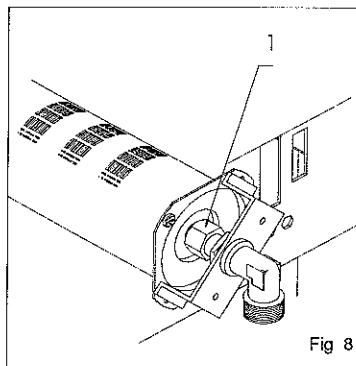

Fig 8
- Aceder ao queimador e com oportuna chave despertar o bico 1 para substituir (Fig 8).